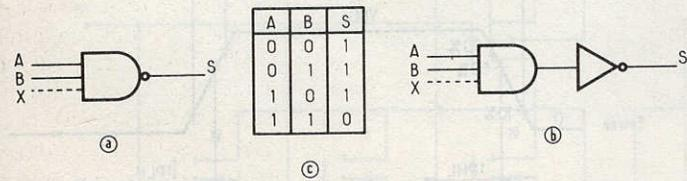

Fig. 12
4) la porte NON. ET (en anglais NAND) (fig. 12)
C'est une combinaison d'une porte ET, dont la sortie est inversée par une porte NON (fig. 12.a et 12.b)
On constate sur la table de vérité (fig. 12.c) que la sortie S n'est à 0 que si toutes les sorties sont au niveau logique 1.